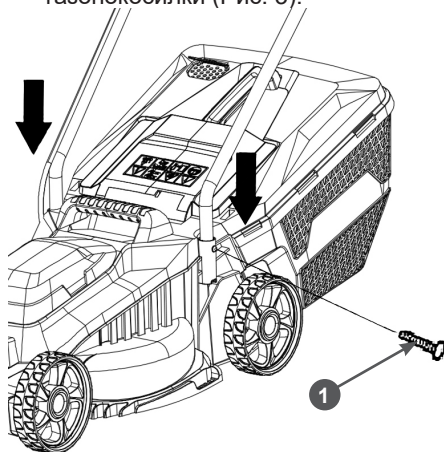

Рис. 3 Установка стоек рабочей рукоятки
1. Установите стойки рабочей рукоятки и закрепите шурупами 1 на корпусе газонокосилки (Рис. 3).